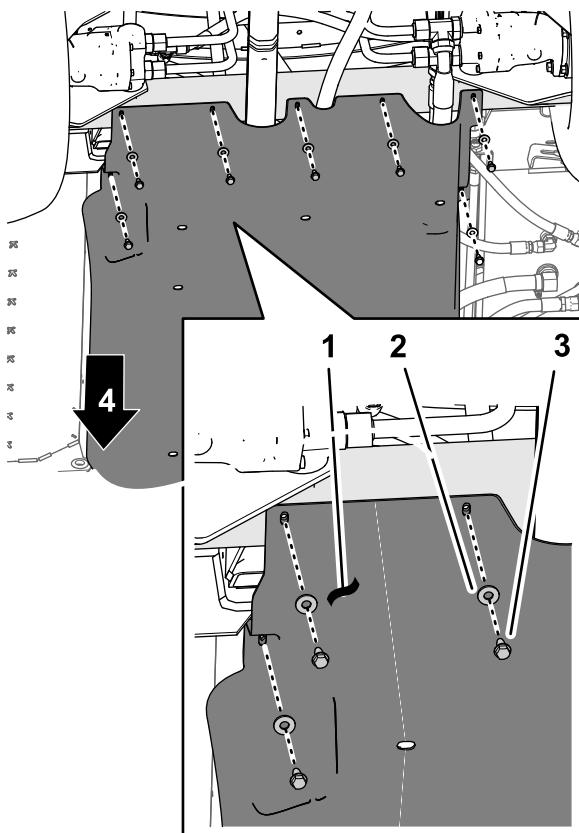

Figura 66
4. Alinee los orificios de la parte trasera del protector de bajos con los orificios del chasis (Figura 66).
5. Monte la parte trasera del protector de bajos al chasis (Figura 66) con los herrajes que retiró en el paso 1 de Retirada del protector de bajos (página 4) del siguiente modo: